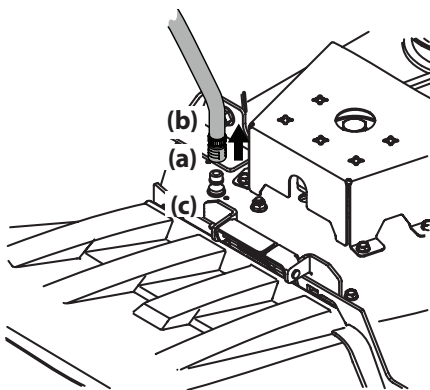

Figure 4-1
3. Tirez sur le collier d'arrêt (a) de l'adaptateur (b) et installez l'adaptateur (b) sur un des embouts (c) aux deux extrémités du plateau de coupe. Relâchez le collier d'arrêt (a) pour fixer l'adaptateur (b) sur l'embout du système de nettoyage du plateau de coupe (c). Voir Figure 4-1.